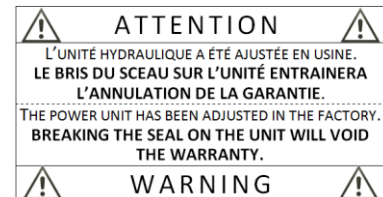

FIGURE 23 : CAUTION LABEL SAFETY SEAL
- CAUTION LABEL ON POWER UNIT. SEE **FIGURE 23**.